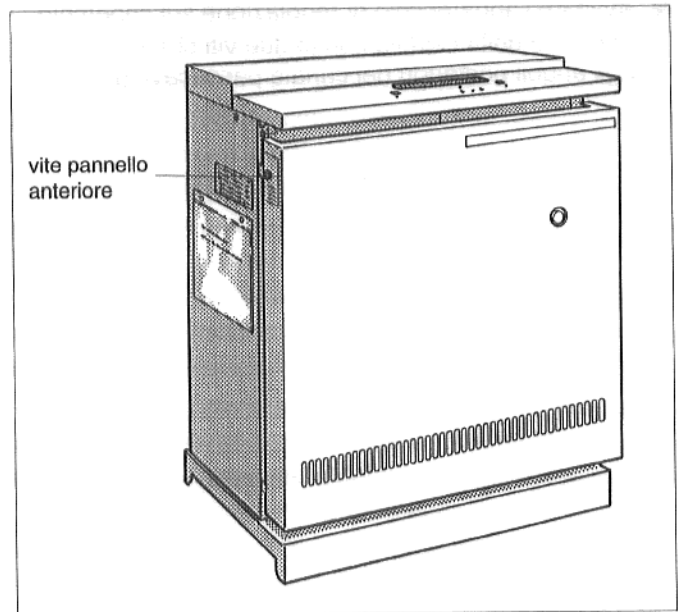

Fig. 4: Togliere il pannello anteriore
- Svitare le due viti di sicurezza del pannello anteriore della caldaia (Fig. 4). Estrarre in avanti il pannello anteriore.